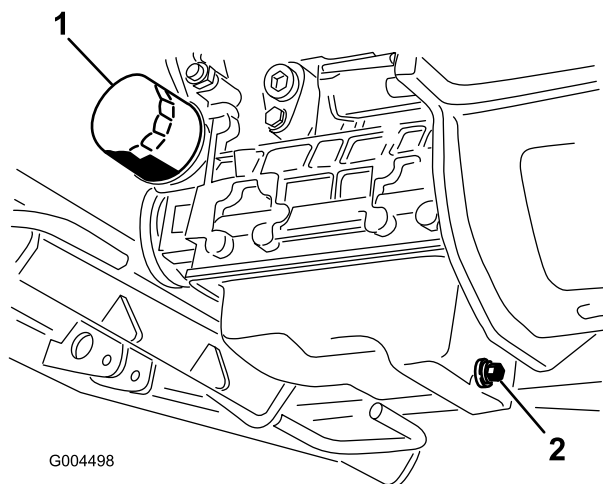

Figura 41
3. Sistemate una bacinella sotto la coppa e in linea con il tappo di spurgo (Figura 41).
6. Togliete il filtro dell'olio e sostituitelo (Figura 41).